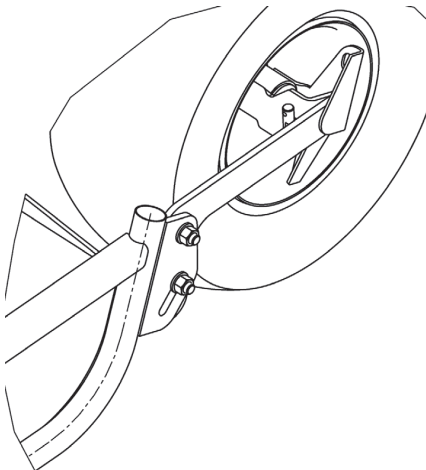

Abb. 3
1) Haken am Schnellverschluss (Abb. 3)